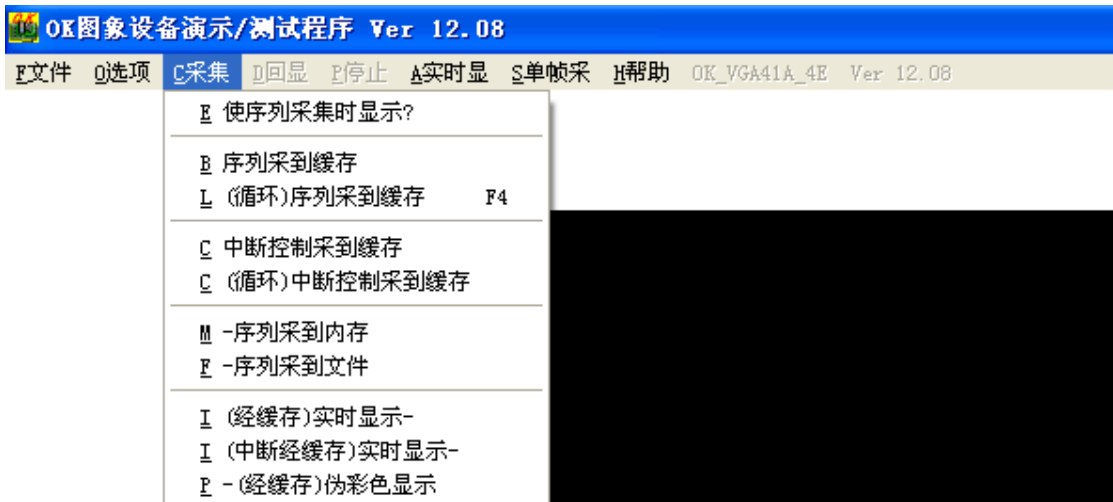

图 16
- (2) 对于 RGB 采集卡，“OK VGACap”只能大致自动设置采集参数，还需要手动调节采集参数。下面主要介绍手动调节参数的具体方法：
9. 设置好采集卡的参数后，退出参数设置页面，点击住界面的“单帧采”、“实时采”或“采集”菜单下的“经缓存实时显示”来采集图像，如图 16 所示。